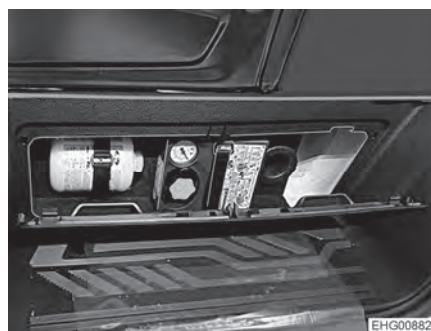

Bild 170 Fordonsverktyg (Basfordon Ford)
- ▷ För Ford-baserade fordon finns fordonsverktygen i ingångsområdet vid passagerarstolen (Bild 170).